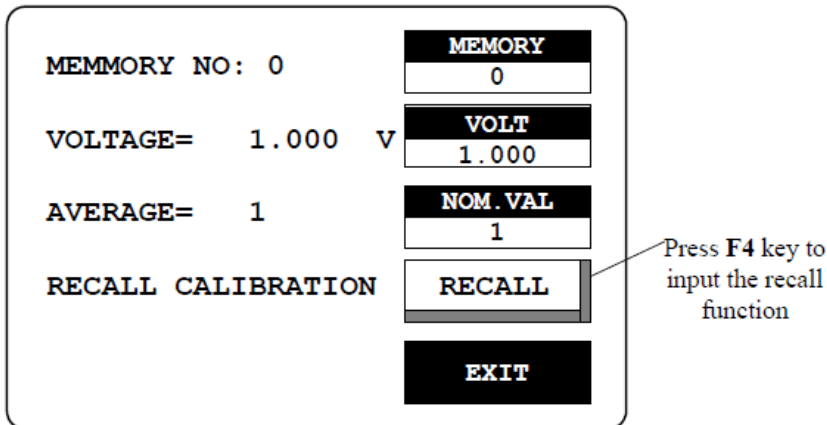

Figure 8-3
- F4 キーで“RECALL CALIBRATION”を選択します(図 8-3)